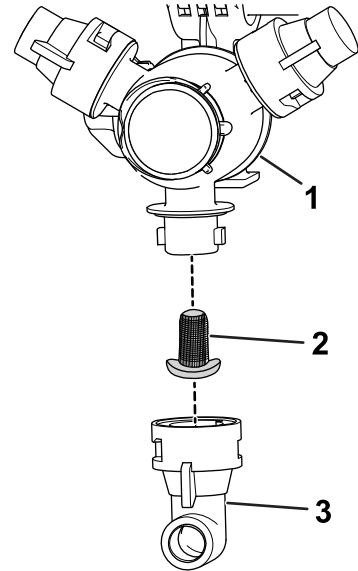

图56
2. 从喷嘴转动架卸下喷嘴（图56）。
3. 拆下旧喷嘴过滤器（图56）。
4. 安装新喷嘴过滤器（图56）。
5. 将喷嘴安装到喷嘴转动架上（图56）。